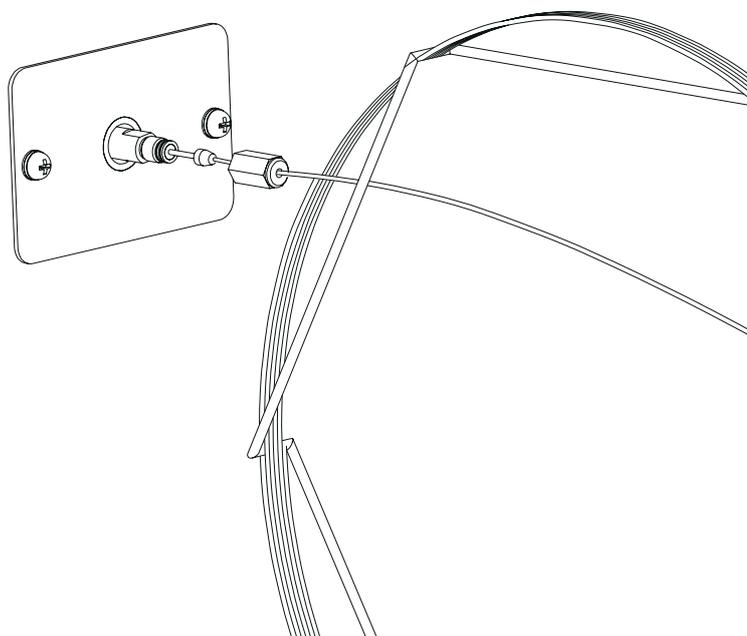

图 2.26 将毛细管柱连接至 MS
- (2) 将毛细管柱末端插入色谱柱安装夹具 (P/N 225-11657-08) 内, 保持毛细管柱从夹具末端伸出约 1 cm 长; 如图 2.26 “将毛细管柱连接至 MS” 所示, 拧紧螺母将其固定。拧紧螺母, 将其固定。将毛细管柱末端伸出来的部分切掉。